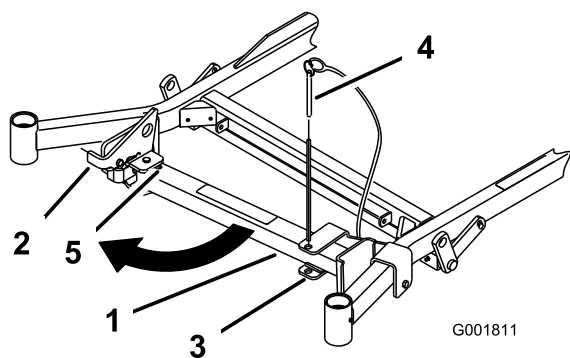
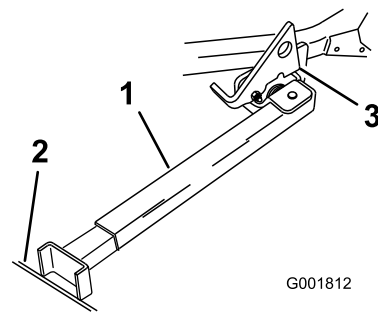

Figura 26
Figura 27
2. Togliete il perno dalla staffa (Figura 26).
3. Alzate il dispositivo di chiusura. Portate il piede del supporto sul davanti e spostate il supporto verso la macchina, nell'intaglio inferiore (Figura 26 e Figura 27).
4. Mettete a terra il piede del supporto ed appoggiate il dispositivo di chiusura sull'aletta orientabile (Figura 27).
- Nota:** Per ottenere risultati ottimali, appoggiate il piede del supporto nelle fessure del marciapiede o nel tappeto erboso (Figura 27).
6. Guidate sul supporto. Fermatevi quando il dispositivo di chiusura cade sull'aletta e si chiude (Figura 27). Una volta sul supporto, innestate il freno di stazionamento e spegnete il motore.
- Riportate il supporto in posizione di riposo (Figura 26).